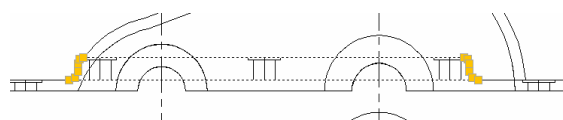

图 12-2-15
STEP 01 转到主视图中，绘制螺孔凸台。在箱盖中用多段线按照螺孔凸台绘制凸台的轮廓线，如图 12-2-15 所示。